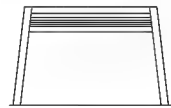

図1-2 寸法以上のイメージ
- 図1-2のように間口下端(※2)の寸法が許容範囲を超えて広くなった場合は、シャッター耐風圧性能が低下して、シャッターがレールから外れるおそれがあります。